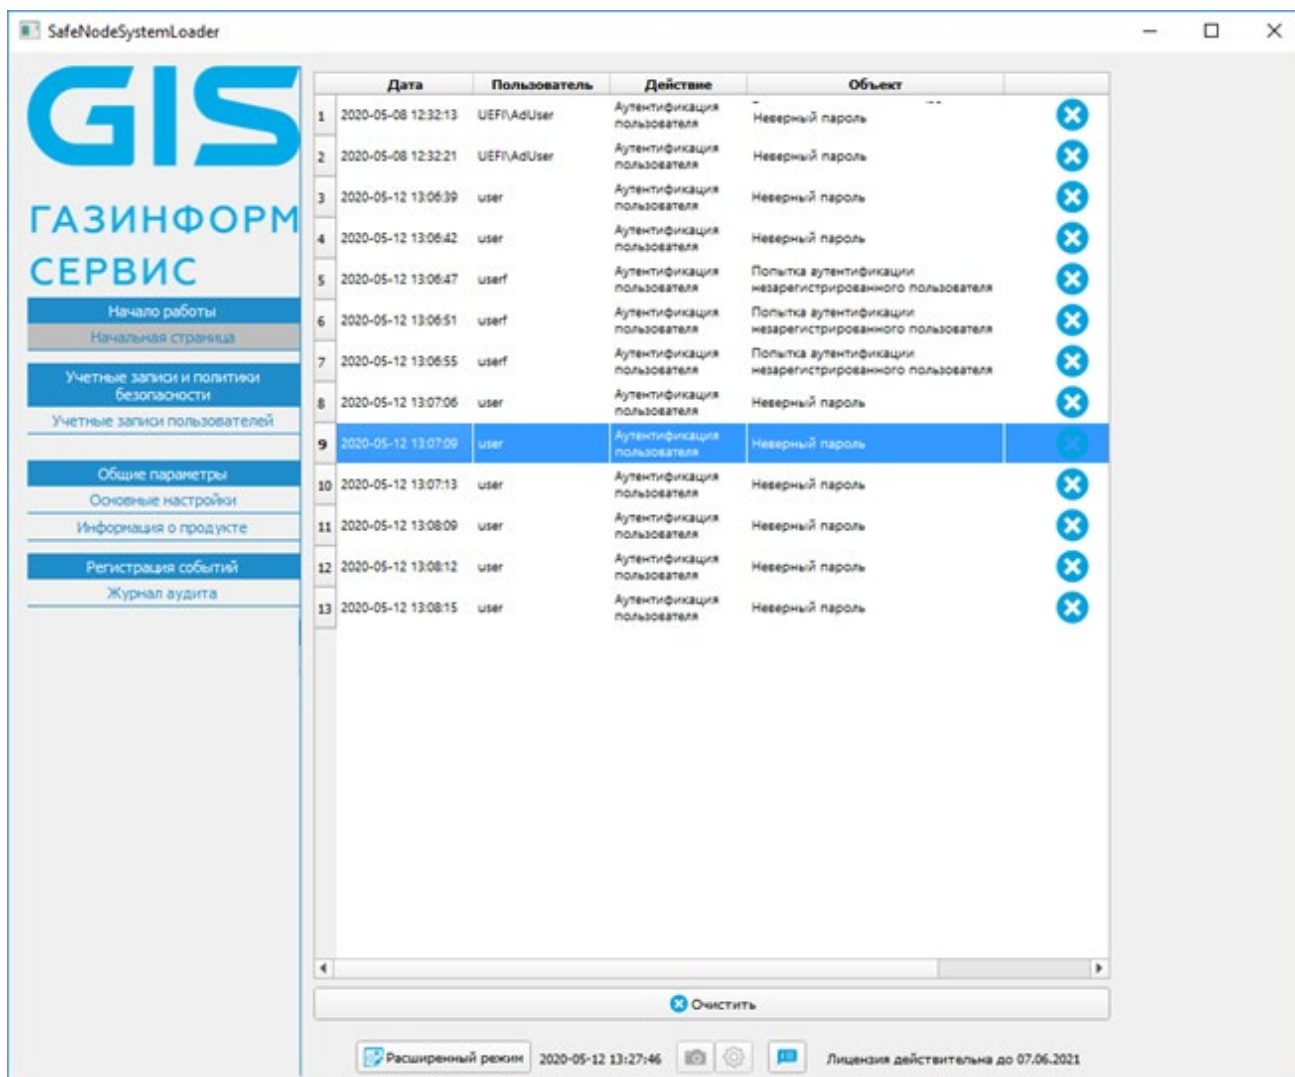

Рисунок 7.8 – Интерфейс консоли АБ в ОС Windows
7.9 В окне аутентификации **консоли АБ Windows** необходимо ввести аутентификационные данные АБ, указанные при первичной настройке изделия в псевдографической консоли (рисунок 7.8).